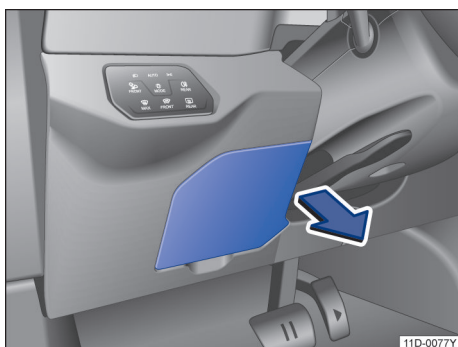

图 144 在驾驶员侧仪表板上：保险丝盒盖板
- 在→图 144 标识的箭头位置，使用手指或塑料工具（避免划伤零件外观）向箭头方向用力，将保险丝盒盖板拆下。